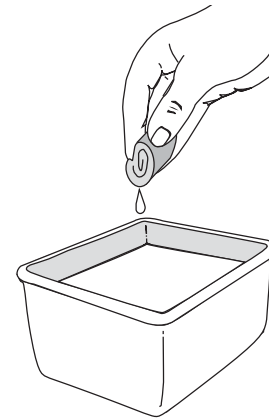

Fig. 23
3. Lavez le filtre dans un mélange d'eau et de détergent (Fig. 23). Rincez le filtre abondamment. Essorez-le. Laissez-le sécher complètement.